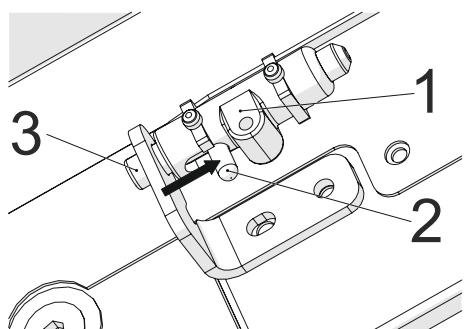

Fig. 8
2. ➔ För att ta bort kantsugplattan, tryck försiktigt säkerhetslåset i pilens riktning, varefter spärrhaken släpper kantsugplattan (Fig. 8).